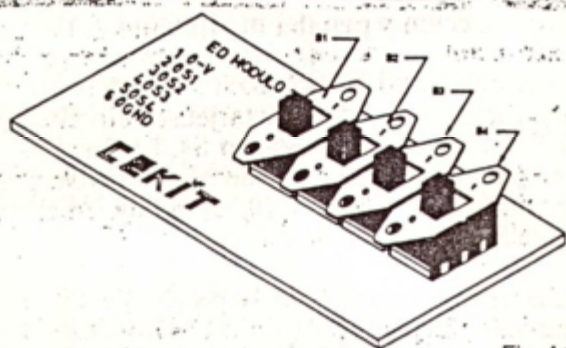

Fig. A15
Paso 1. Tome el interruptor S4 e instálelo a continuación del interruptor S3, en los agujeros correspondientes, como se muestra en la figura A15. Asegúrese de que el componente quede instalado en una posición firme y suéldelo con cuidado por el lado del cobre, de la misma forma como lo ha hecho con los interruptores S1, S2 y S3.